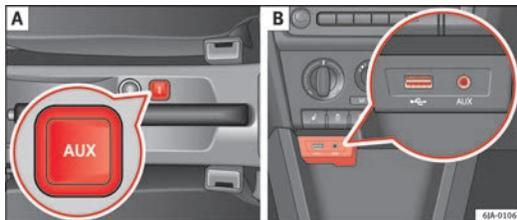

Abb. 42 AUX-IN-Eingang und MDI-Eingang
- über der Mittelkonsole zwischen den Vordersitzen ⇒ Abb. 42 - ;
- über dem Ablagefach an der Mittelkonsole vorne ⇒ Abb. 42 - ;
Der MDI-Eingang befindet sich oberhalb der Ablage der Mittelkonsole vorne ⇒ Abb. 42 - .